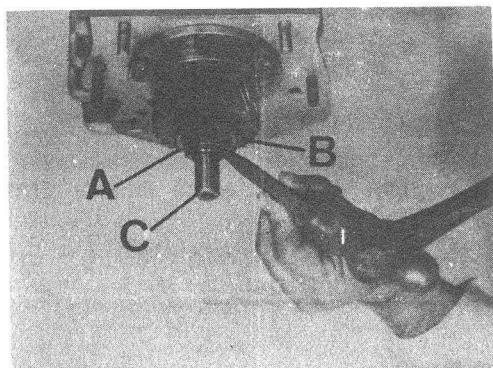

Fig. C1-98 Montaje tuerca engranaje de transferencia
3.3.5. Frenar la tuerca de retenida, A (Fig. C1-98) del engranaje de transferencia, embutiendo la pestaña de la misma en la canal que el eje principal dispone en su rosca.